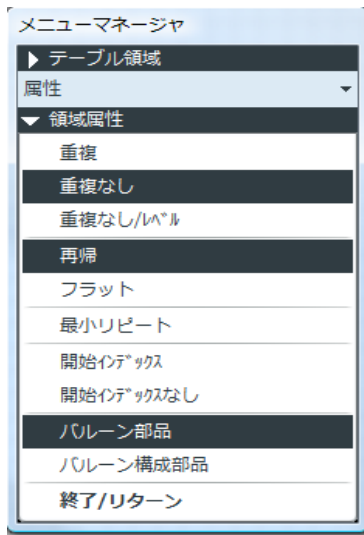

図 12-22 属性メニュー マネージャー
3) 再び、ニューマネージャダイアログボックスの「属性」を選ぶ、上の行の真中枠内をクリックするとテーブル領域メニュー マネージャが現れて、「領域属性」を選び、領域の指定をした上の行 (太い線枠) をクリックすると太線枠が赤い線枠になる (図 12-21) に示す。そして、属性のメニュー マネージャが現れる (図 12-22) に示す。「重複なし」、「再帰」と設定をしてから「終了/リターン」をクリックする。もう一度、「終了」をクリックする。カレントシート  をクリックする。